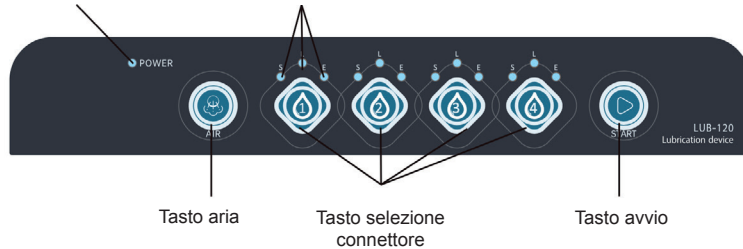

Figura 11
1. Dopo aver acceso l'alimentazione e aver premuto l'interruttore di alimentazione, la spia di alimentazione si accende (vedere Figura 11).